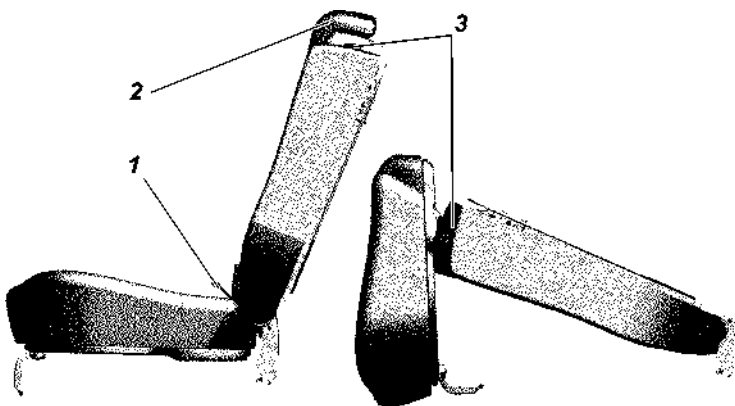

Рис. 3.37. Заднее трехместное сиденье:
**Заднее трехместное сиденье** (рис. 3.37) состоит из одноместной и двухместной подушки и одноместной и двухместной спинки.
- потяните за петлю 1 (рис. 3.37) и установите подушку в вертикальное положение;
- потяните за рычаг 3 по направлению движения автомобиля, освободив спинку, уложите ее, как показано на схеме, рис. 3.37;